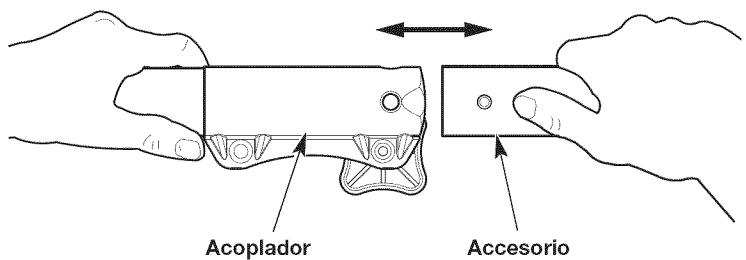
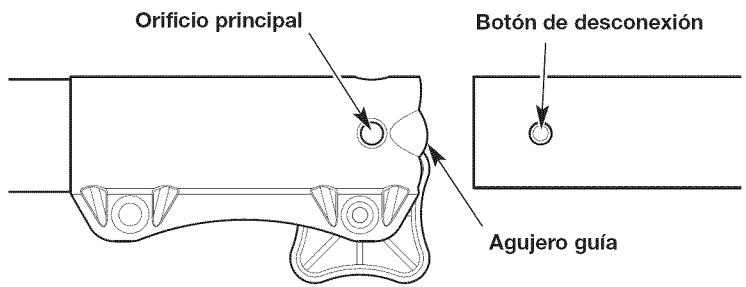

Fig. 4
Fig. 6
- Alinee el botón de liberación con el embutimiento de la guía (Fig. 6).
- Presione el accesorio directamente dentro del acoplador (Fig. 4) hasta que el botón de liberación encaje a presión firmemente del orificio principal (Fig. 6).
- Oprima y mantenga apretado el botón de liberación (Fig. 6).
- Tire del accesorio directamente hacia fuera del acoplador (Fig. 4).